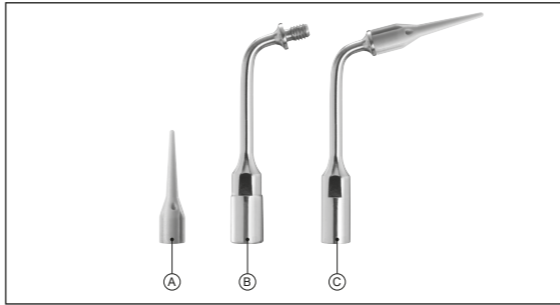
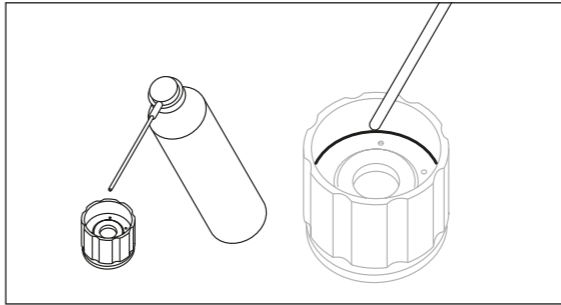

Fig.1
Fig.3
Le lubrifiant doit être appliqué en pulvérisant directement sur la surface de contact périphérique à l'intérieur de la clé, comme illustré à la figure 3 :
- 1 Serrer l'insert de base UPIC1H (Fig. 1 - B) sur la pièce à main au moyen de la clé dynamométrique en dotation avec le dispositif (Fig. 3) ;
- 4 Visser le terminal UPIC1 sur l'insert de base, en le serrant de façon énergique avec la force des doigts (Fig. 1 - C) ;